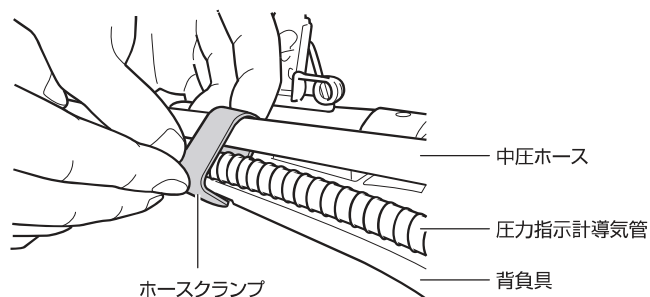

図 85 ホースクランプで挟む
4. 中圧ホースと圧力指示計導気管を、49 ページの「13-1. 背負具（ハーネス）から調整器を取り外す」で外したホースクランプ（2箇所）にはさんで背負具につける。（図 85 参照）